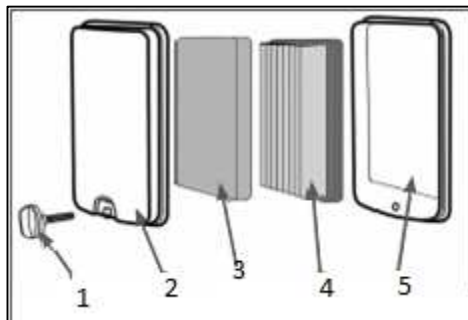

Рис. 20 Обслуживание воздушного фильтра T-50
Открутите болт 1 и снимите крышку 2 воздушного фильтра (Рис. 20)
Извлеките предварительный поролоновый 3 и основной бумажный 4 фильтрующие элементы (Рис. 20).
7. При незначительном загрязнении промойте предварительный поролоновый фильтрующий элемент 3 (Рис. 20) теплым мыльным раствором и просушите. Поврежденный или сильно загрязненный поролоновый фильтрующий элемент замените.
ВНИМАНИЕ! Бумажный фильтрующий элемент 4 (Рис. 20) не подлежит очистке, необходима его замена. Не продувайте основной бумажный фильтрующий элемент сжатым воздухом, не промывайте его в бензине и других растворителях. Эксплуатация двигателя с грязными или поврежденными фильтрующими элементами, или без фильтрующих элементов приведет к попаданию грязи и пыли в карбюратор и двигатель, что в свою очередь, станет причиной его быстрого износа. Двигатель в этом случае не подлежит ремонту по гарантии.
8. Произведите очистку крышки 2 и корпуса 5 воздушного фильтра (Рис. 20). 6. Установите на место фильтрующие элементы. Установите крышку воздушного фильтра и зафиксируйте ее винтом 1 (Рис. 20).